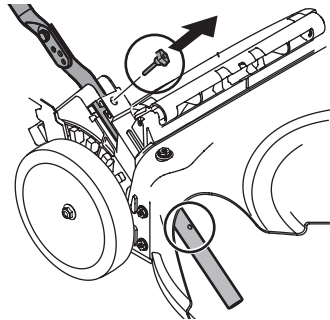
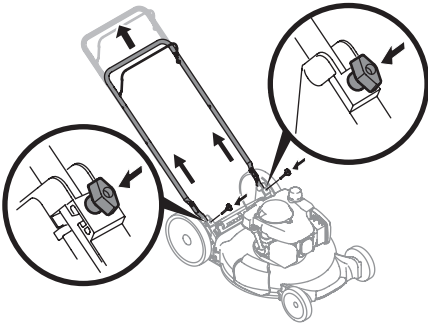

Figura 3
Figura 4
4. Retire los pernos T de los soportes de la manija (Figura 3).
5. Tire hacia arriba la manija (Figura 4) hasta que los orificios de la manija inferior se alineen con los orificios de los soportes de la manija (Figura 3 Corte Transversal de la Plataforma).
6. Inserte los pernos T quitados en el PASO 4 a través de los soportes de la manija y la manija inferior (Figura 4) y ajuste bien para asegurar la manija en su lugar.